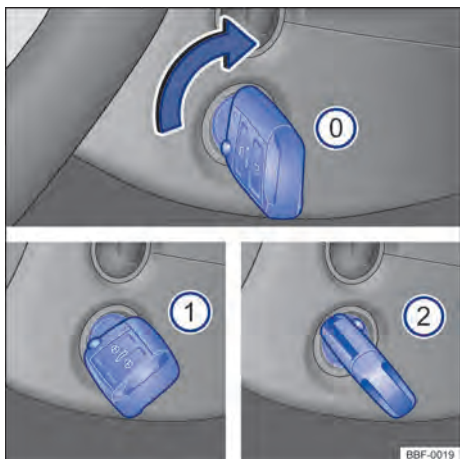

Fig. 92 Ao lado do volante, à direita: posições da chave do veículo no cilindro da ignição.
Posições da chave do veículo → Fig. 92
- 2 Pisar no pedal do freio e ligar o motor. Quando o motor pegar, soltar a chave da ignição. Ao soltar, a chave do veículo retorna à posição → Fig. 92 1.
- *Veículos com cilindro da ignição*: girar a chave do veículo na posição → Fig. 92 . A ignição está ligada.
- *Veículos com cilindro da ignição*: girar a chave do veículo no cilindro da ignição para a posição → Fig. 92  – não acelerar. Quando o motor começar a funcionar, soltar a chave do veículo no cilindro da ignição.
- *Veículos com cilindro da ignição*: girar a chave do veículo no cilindro da ignição na posição → Fig. 92 .